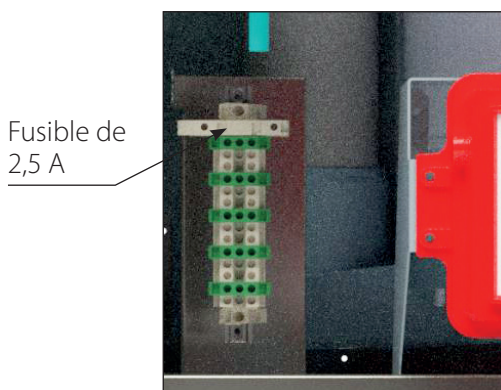

Fig. 25 - Emplacement de la barrette de raccordement
- Un fusible de 2,5 A est aussi situé sur la barrette de raccordement, pour protéger les sorties. Consultez la *Fig. 25 en page 41*.
1. Raccordez un service 120 V CA/15 A dédié aux bornes de tension de ligne situées à l'intérieur, dans le coin inférieur gauche, comme l'illustre la *Fig. 25 ci-dessous*.
2. Raccordez le câblage du diffuseur CH1 et CH2 aux bornes de tension de ligne situées à l'intérieur, dans le coin inférieur gauche, comme l'illustre la *Fig. 25 à gauche*. Ce diffuseur est habituellement utilisé pour fournir de la chaleur à la boucle de chauffage des pièces/chauffage central.
3. Raccordez le câblage du diffuseur ECS aux bornes de tension de ligne situées à l'intérieur, dans le coin inférieur gauche, comme l'illustre la *Fig. 25 à gauche*. Ce diffuseur est habituellement utilisé pour fournir de la chaleur au chauffe-eau indirect.
4. Raccordez le câblage de la pompe du système de chaudière aux bornes de tension de ligne situées à l'intérieur, dans le coin inférieur gauche, comme l'illustre la *Fig. 25 à gauche*.